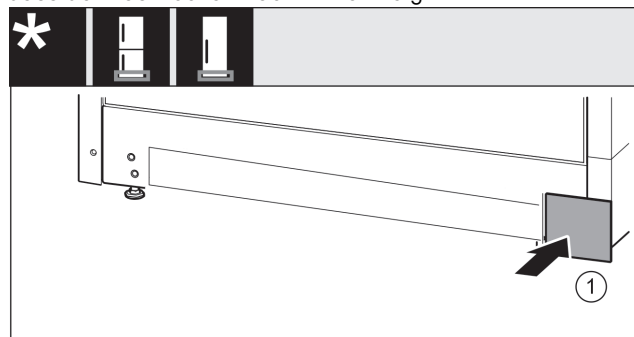

Fig. 23
- ▶ Abdeckung Fig. 23 (1) auf der anderen Seite wieder aufsetzen.